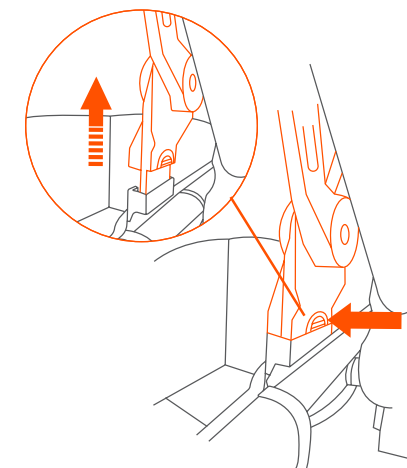

Fig. 13
- 13)** • Para retirar la cubierta: Presione las lengüetas a ambos lados interiores de la cubierta y tire hacia arriba para quitarla (Fig. 13).